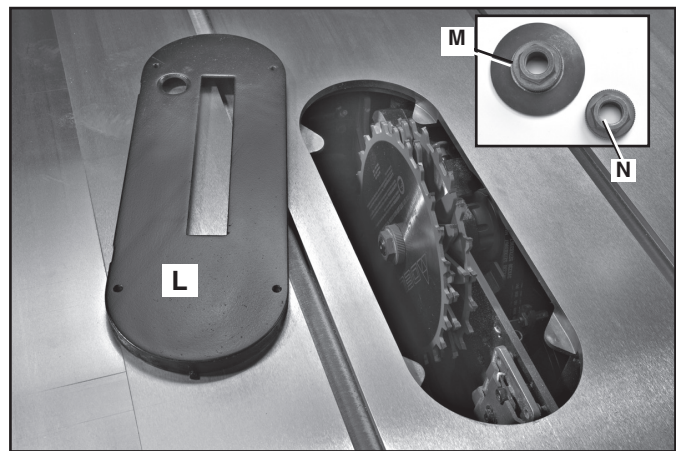

FIG. 65
⚠ ATENCIÓN: El inserto para mesa del juego de cabezales para ranuras (L), Fig. 65 debe utilizarse en lugar del inserto estándar. Asegúrese que el parte movable sea llano con la tabla antes de proceder.
NOTA: No se puede usar el ensamblaje de tuercas de eje de la brida externa estándar (M), Fig. 65, con los juegos de hojas para ranuras. Se incluye una tuerca de eje especial (N) con la Unisaw para hacer ranuras. Ajuste esta tuerca de eje contra el juego de hojas para ranuras. **No deseche la tuerca de eje de la brida externa. La necesitará cuando vuelva a colocar la hoja estándar al eje.**
4. Anexe el juego de cabezales para ranuras al eje de la sierra con la tuerca de eje (N), Fig. 65.
NOTA: No se puede usar el ensamblaje de tuercas de eje de la brida externa estándar (M), Fig. 65, con el cabezal portacuchilla para molduras. Se incluye una tuerca de eje (N) con la Unisaw para estas aplicaciones. Ajuste esta tuerca de eje contra el cabezal portacuchilla para molduras. **No deseche la tuerca de eje de la brida externa. La necesitará cuando vuelva a colocar la hoja estándar al eje.**